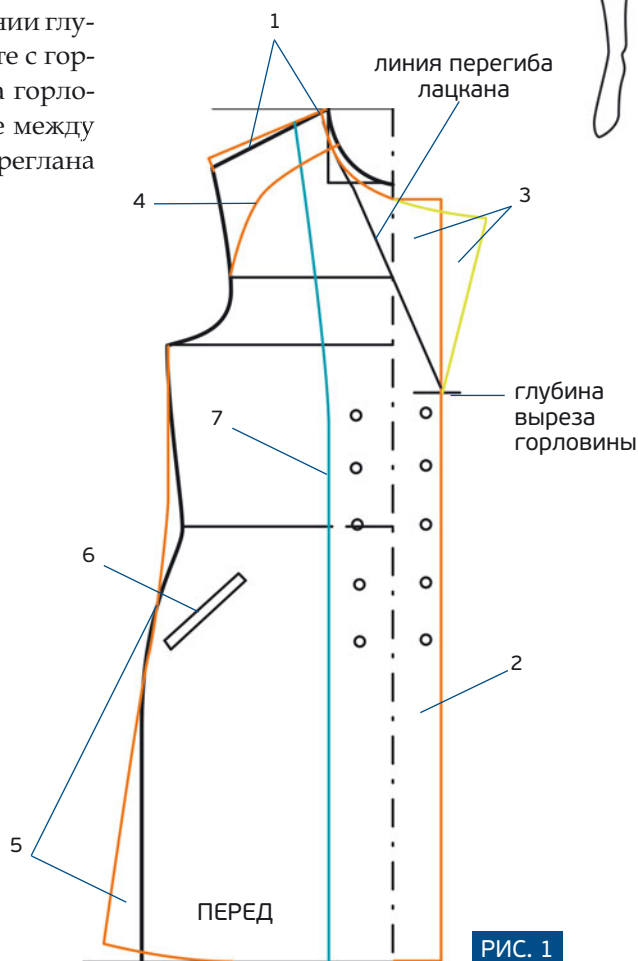

РИС. 1
3. Отметьте глубину выреза горловины, начертите линию перегиба лацкана и желаемую форму лацкана (2 возможные формы на рис. 1, оранжевым или зеленым цветом).
7. Проведите линию подборта перед (рис. 1, синим цветом).